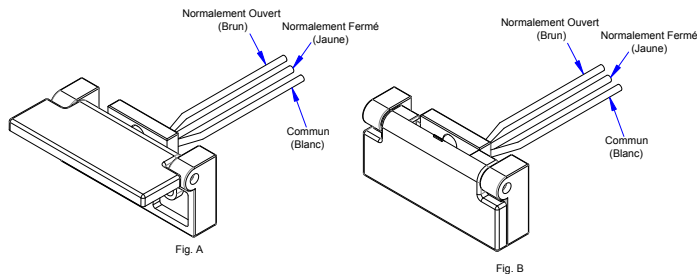

Figure 8.1 Connexion du pêne demi-tour Forme C (optionnel)
- La figure 8.1 montre la connexion optionnelle Forme C.